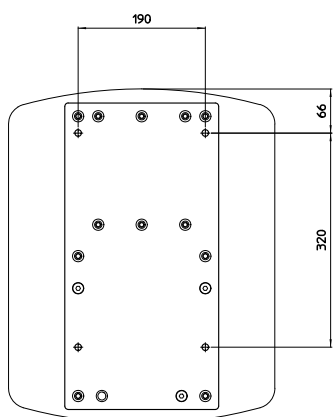

Abb. 2: Rückseitige Stahlplatte zur Befestigung an der Wand
- ✓ Geeignete Stelle für die 4 Löcher an der Wand bestimmen (siehe Abb.2);